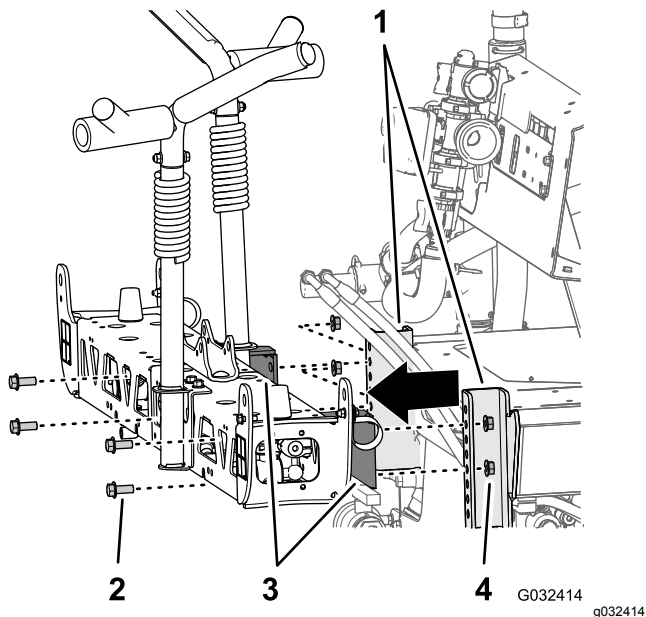

Figura 69
4. Retire os 4 parafusos de cabeça flangeada (1/2 x 1-1/4 pol.) e as 4 porcas de bloqueio de cabeça flangeada (1/2 pol.) que prendem os suportes da secção da rampa central ao canal de montagem na estrutura para o pulverizador e retire a secção da rampa central da máquina (Figura 69).